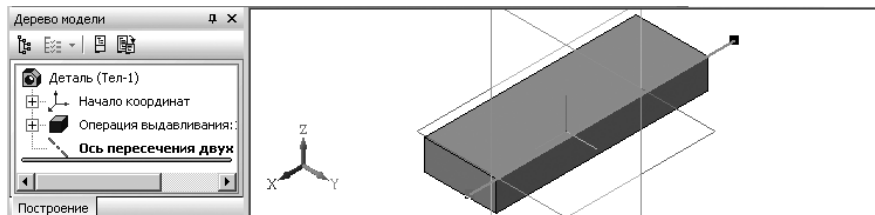

Рис. 8.166. Пример построения оси на пересечении двух плоскостей
- щелкните на **Специальной панели управления** по кнопке  – **Прервать команду** или нажмите клавишу **Esc**. **Панель свойств: Ось на пересечении плоскостей** исчезнет с экрана. В окне **Дерево модели** появится ветвь **Ось пересечения двух плоскостей:1**. Возможный вид **Оси на пересечении плоскостей** (выделенное переднее ребро) показан на рис. 8.166.